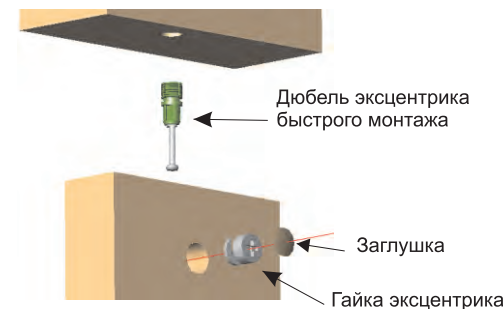
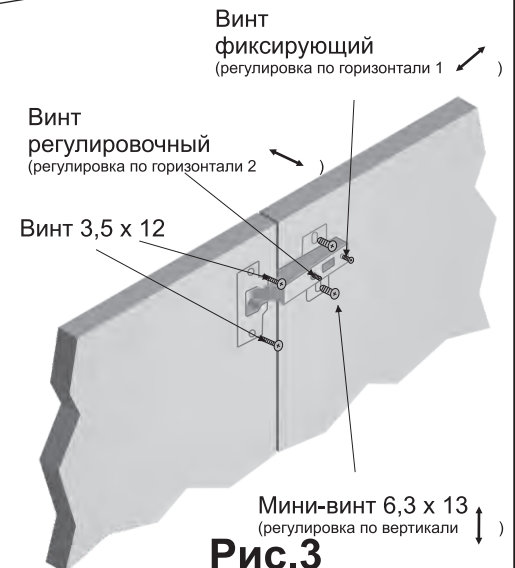

Рис.2
Рис.3
Установите шканты (3) в отверстия d=8 мм топа С и низа D. Вставьте дюбель эксцентрика быстрого монтажа (1а) в топ С и в низ D (см. Рис.2). Вкрутите болты усиленного эксцентрика (6а) в отверстия боковины А1 и перегородки F. Вкрутите штоки полкодержателей (4б) в отверстия боковины А2 и перегородки F на необходимую для ВАС высоту. Прикрутите опоры (5) к нижней плоскости низа D шурупами (7). Используя шурупы (7) прикрепите штангу выдвигающую (14) по наметкам в нижней плоскости полки В. В полки В вставьте гайки усиленного эксцентрика (6б). Соедините вместе низ D, боковины А, перегородку F и заднюю стенку E (состоит из двух половин). Вставьте эксцентриковые гайки (1б) и с помощью отвертки затяните их по часовой стрелке до фиксации (см. Рис.2). К собранной конструкции присоедините топ С и закрепите эксцентриковой стяжкой (1). Вставьте полки В и затяните гайки усиленного эксцентрика (6б) до фиксации. Установите в полку G полкодержатели (4а) (см. Рис.4), установите полку G в штоки полкодержателей (4б) до фиксации. Используя шурупы (8) прикрепите заднюю стенку E к полкам В и G. Используя шурупы (9), мини-винты (10) прикрепите петли (11) к дверям К и боковинам А (см. Рис.3). Используя подкладки для ручек (12) прикрепите ручки (13) к дверям К. В эксцентриковые гайки (1б) вставьте заглушки (2). Отрегулируйте опоры (5) по высоте, в отверстия установите заглушки (15).